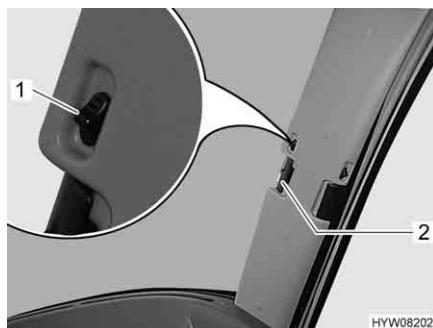

Fig. 38 Tendina oscurante pieghevole per il parabrezza
Chiusura: ■ Spingere il bottone di bloccaggio (Fig. 38,1) verso l'alto.
■ Tirare la tendina oscurante pieghevole del parabrezza per la maniglia (Fig. 38,2) verso il centro della finestra.
Apertura: ■ Spingere verso l'esterno le due metà della tendina oscurante pieghevole del parabrezza per la maniglia (Fig. 38,2) fino all'arresto.
■ Spingere il bottone di bloccaggio (Fig. 38,1) in basso.